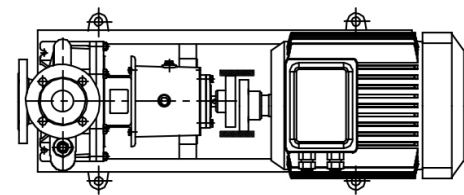

Figura 11c. Error de deslizamiento paralelo en el plano horizontal y ajuste
- Para controlar el error de paralelismo, se presiona un manómetro con regla en una parte del acoplamiento en paralelo al eje y se observa la posición del manómetro en relación con la otra parte. El manómetro debe entrar en contacto con ambas partes simultáneamente y a lo largo de todo su borde. Este proceso debe realizarse en dos lugares opuestos en el plano horizontal y vertical (Figura 11c, 11d).